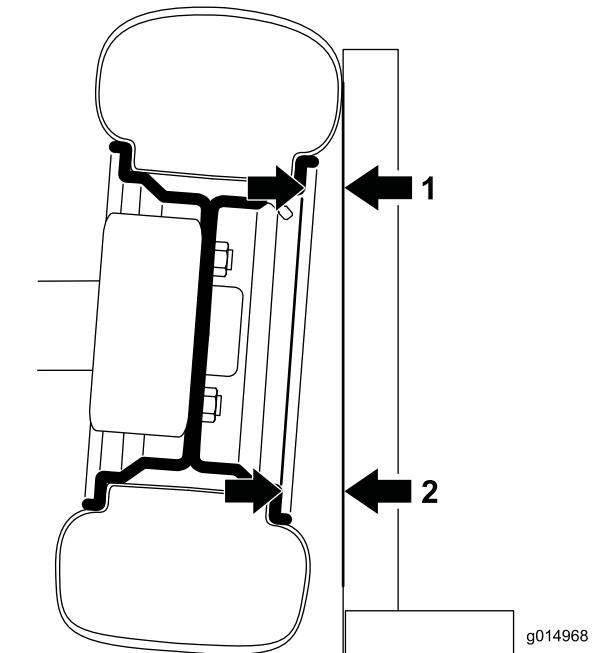

Bild 30
- Legen Sie zum Messen der Neigung ein rechtwinkliges Rechteck auf den Boden, wobei die vertikale Kante die Vorderseite des Reifens berühren sollte (Bild 30).
- Messen Sie von demselben Teil der Nabe oben und unten am Reifen zum Rechteck (Bild 30).